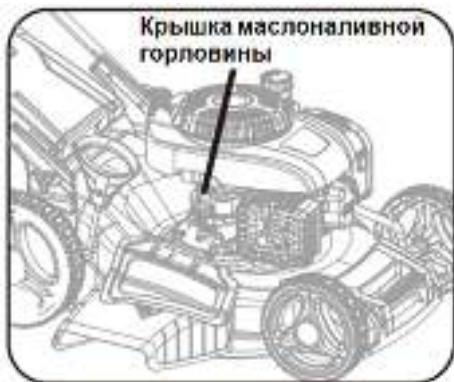

Рис. 9
2. Откройте крышку маслоналивной горловины и извлеките масляный щуп (рис. 9).